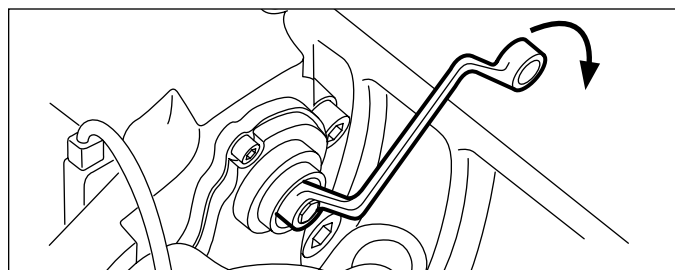

FIGURA 21 - APLICACIÓN MODERADA DE LOS FRENOS: LA LLAVE SE MUEVE HACIA LA DERECHA CUANDO EL ESPACIO DE FUNCIONAMIENTO DISMINUYE
- 4.2.3 Cuando el mecanismo de ajuste puede aumentar normalmente, ponga una llave de cubo en el adaptador de cizallamiento para que pueda girar a la derecha libremente sin que entre en contacto con las piezas del vehículo (Consulte la figura 21). Aplique moderadamente los frenos de cinco a diez veces [más o menos con una presión equivalente a 2 bares (30 psi)] y observe si la llave de cubo gira hacia la derecha poco a poco.